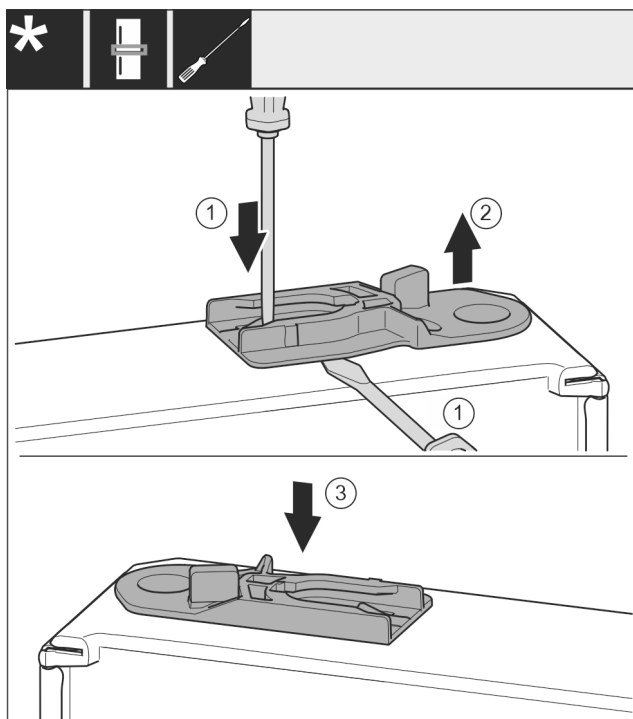

Fig. 34
- Retirer la douille de guidage : presser la languette Fig. 34 (1) avec un tournevis plat tout en faisant passer un autre tournevis plat sous la douille de guidage Fig. 34 (2).
- Insérer la douille de guidage Fig. 34 (3) fournie de l'autre côté du boîtier.